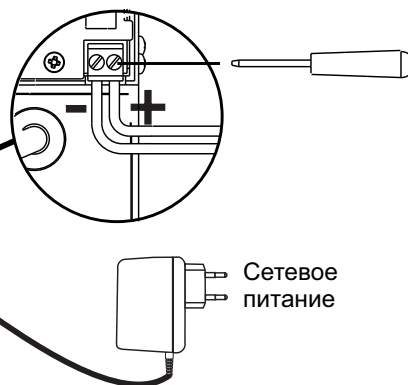

Рис. 3. Питание усилителя
Напряжение питания должно быть подключено после того, как at420 будет установлен в соответствующую позицию (Рис. 2, 4 и подключен Рис. 3). После этого, устанавливается меню нормального режима работы и возможна настройка параметров потребителем.
Если вход RF IN (5) не используется, к нему необходимо подключить изолированную по постоянному току нагрузку 75  $\Omega$ , входящую в комплект поставки (см. Рис. 3).